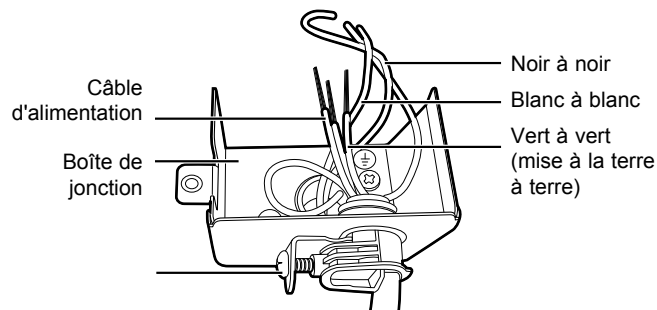

Figure 11
3. Passez le câble d'alimentation à travers un serre-câbles, puis dans la boîte de jonction (Figure 11).